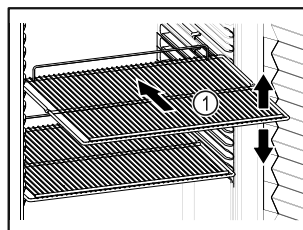

Fig. 59 Примерно изображение
- ❑ Ако стелажите за съхранение Fig. 59 (1) могат да се местят, регулирайте ги според височината.